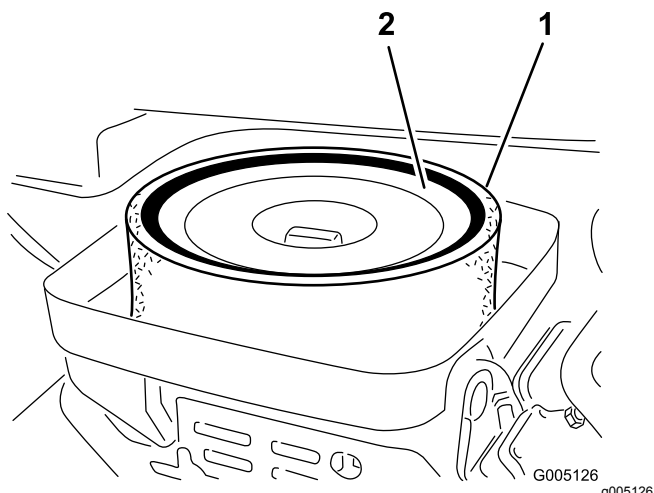

Figura 37
3. Retire a porca que fixa os elementos de filtragem ao corpo do filtro de ar (Figura 37).
4. Se o elemento de esponja se encontrar sujo, deverá retirá-lo do elemento de papel (Figura 37). Limpe-o cuidadosamente, da seguinte forma: